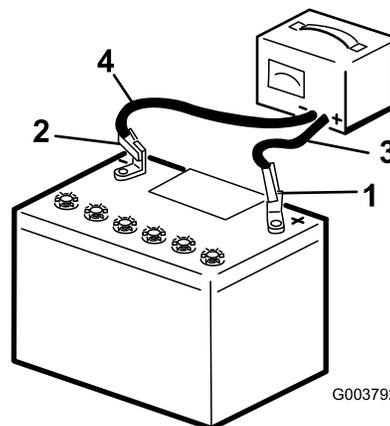

Рисунок 36
2. Заряжайте аккумулятор в течение 10-15 минут током 25-30 Ампер, или 30 минут током 4-6 Ампер (Рисунок 36). Не допускайте избыточного заряда аккумулятора.
3. После полной зарядки аккумулятора отсоедините зарядное устройство от электророзетки, а затем отсоедините провода зарядного устройства от штырей аккумулятора (Рисунок 36).